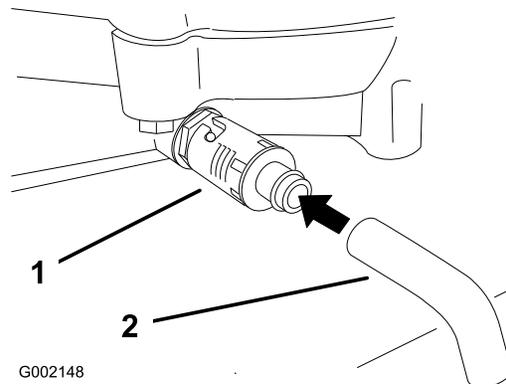

Рисунок 22
4. Поместите поддон под сливное отверстие. Поверните клапан слива масла, чтобы дать маслу стечь (Рисунок 22).